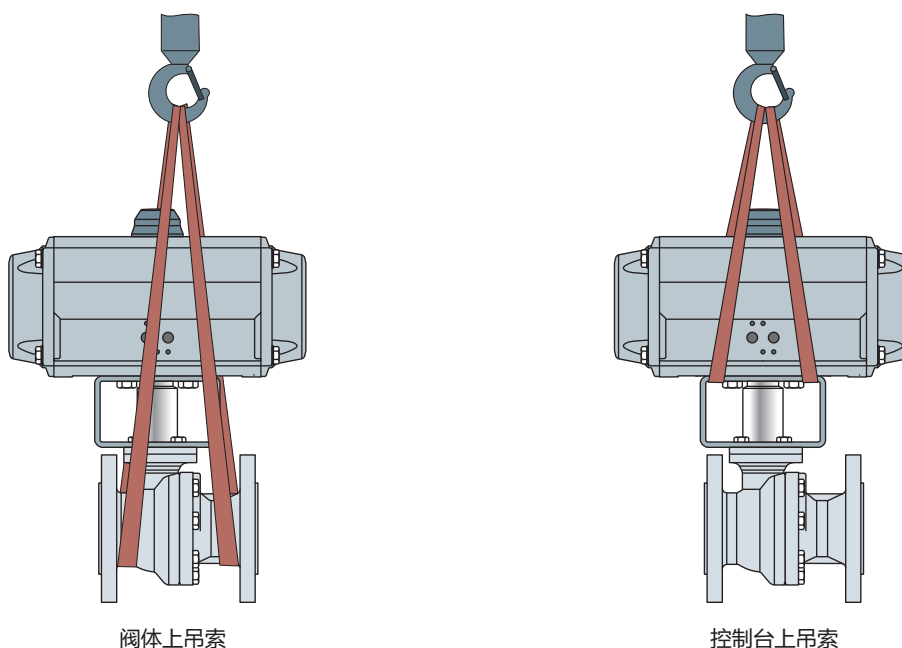

图 4-1: 球阀上的提升点
- ⇒ 使用带有安全夹的挂钩作为悬吊元件，以防吊索在提升和运输期间滑离挂钩，请参见图 4-1。
- ⇒ 将吊索扣紧到每个外壳法兰以及起重机或叉车的悬吊元件 (例如，挂钩)，请参见图 4-1。在执行此操作时，请检查承载量和吊索长度，以确保安全。
- ⇒ 将吊索扣紧到起重机或叉车的托架和悬吊元件 (例如，挂钩)，请参见图 4-1。在执行此操作时，请检查承载量和吊索长度，以确保安全。